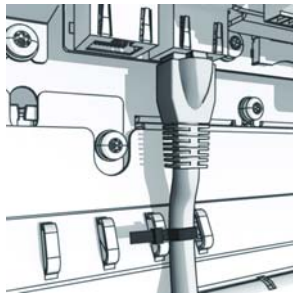

Ilustración 2.22 Asegure el cable con bridas
5. Sujete los cables con bridas para garantizar una conexión duradera. Consulte *Ilustración 2.22*.